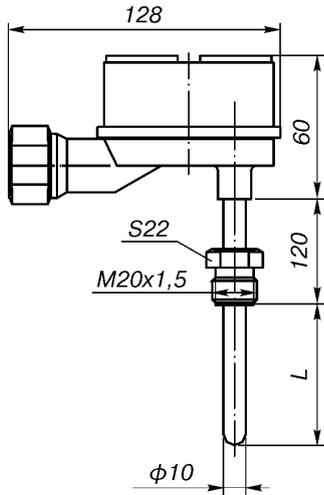
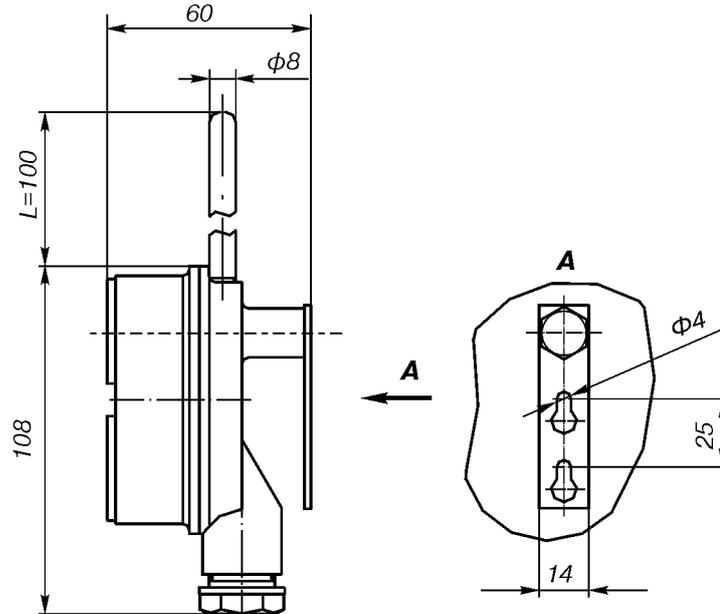

Рис.6.**
Рис. 4.
- полиамид Технамид А-СВ-30-Л (рис.6);
Диапазон измеряемых температур, класс допуска, схема соединений, количество чувствительных элементов, длина монтажной части (для рис.6, 7)
Назначение: термопреобразователи сопротивления платиновые **ТСП Метран-206 по рис. 4** предназначены для измерения температуры воздуха в помещениях различного назначения.
ТСП Метран-206 НСХ 100П</p> <p>2. Код исполнения защитной арматуры*</p> <ul style="list-style-type: none"> 01* по рис. 1 02* по рис. 2 03* по рис. 3 31 по рис. 1а; 1б (только для сх. 2х3) 32 по рис. 2а; 2б (только для сх. 2х3) 33 по рис. 3а; 3б (только для сх. 2х3) 04* по рис. 4 06* по рис. 6 07* по рис. 7 <p>3. Длина монтажной части, L, мм (табл. 1, 2 и примечание; рис. 4).</p> <p>4. Код класса допуска (табл. 1, 2)</p> <ul style="list-style-type: none"> А класс допуска А В класс допуска В | <p>5. Схема соединений (табл. 1, 2)</p> <ul style="list-style-type: none"> 2 двухпроводная (только для 01, 31) 3 трехпроводная 4 четырехпроводная (для одного ЧЭ) <p>6. Количество чувствительных элементов (ЧЭ)</p> <ul style="list-style-type: none"> 1 один ЧЭ 2 два ЧЭ <p>7. Код исполнения защитной арматуры по материалам (табл. 3).</p> <p>8. Диапазон измеряемых температур (табл. 1, 2)</p> <ul style="list-style-type: none"> -50...150°C (только для рис. 4) -50...200°C -50...500°C -200...500°C <p>9. Климатическое исполнение (по ГОСТ 15150)</p> <ul style="list-style-type: none"> У1.1 Т3 <p>10. Обозначение метрологической проверки</p> <ul style="list-style-type: none"> ГП проверка органами Росстандарта. |